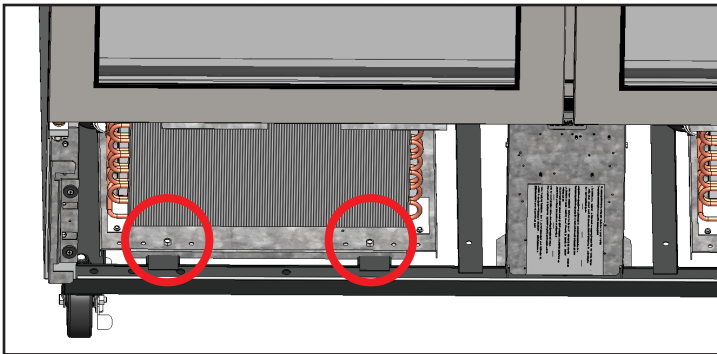

Рис. 6. Снять болты крепления основания конденсатора.
5. Снять болты крепления основания конденсатора. См. рис. 6.